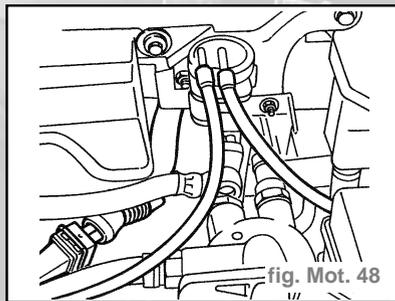

fig. Mot. 48
- Débrancher les deux tuyaux de l'électrovalve modulatrice ainsi que sa connexion électrique (fig. Mot. 48).